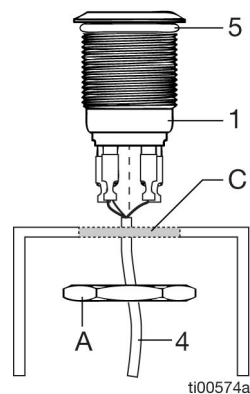

FIG. 2
5. Disporre e serrare il cablaggio (4) dalla posizione di installazione della pompa. Tagliare la lunghezza in eccesso dei fili dal cablaggio (4).
6. Rimuovere il rivestimento di circa 25 mm (1 in.) di cablaggio e 6,35 mm (1/4 in.) del conduttore. Installare i connettori rapidi (2) sui fili (4) utilizzando un connettore a crimpare.
7. Inserire l'estremità dei fili (4) dalla parte posteriore del pannello o della piastra, attraverso il controdado (a) e attraverso il foro nel pannello o nella piastra (c) (FIG. 2). (Annotare la posizione dell'O-ring (5) per una corretta installazione.)